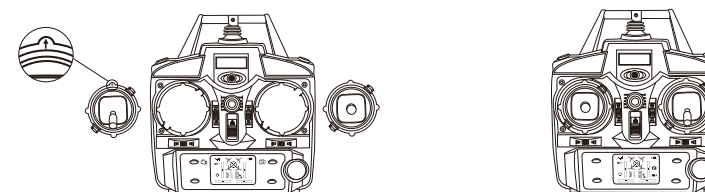

Abbildung 6
**Joysticks wechseln:** Machen Sie den Schalter des Sendes aus. Achtung: beim Wechseln der Joysticks wird die Funktion auch geändert. Es gibt zwei stehende kleine Knöpfe um die Bauteile der Joysticks (oben Rechtecke und unten Linckecke). Drücken Sie diese zwei Knöpfe, damit Sie die zwei Joysticks herausnehmen könnten. Wechseln Sie die Stelle der Joysticks-- es gibt einen kleinen Pfeil auf die Bauteile der Joysticks, garantieren Sie dafür, dass die Pfeils nach oben zeigen. (Bild 6) Nach dem Wechseln ist der linke Gashebel zu dem rechten geworden (die rechte Hand kontrolliert den Motor), schalten Sie den Sender ein und verbinden Sie die Joysticks mit der Drohne.